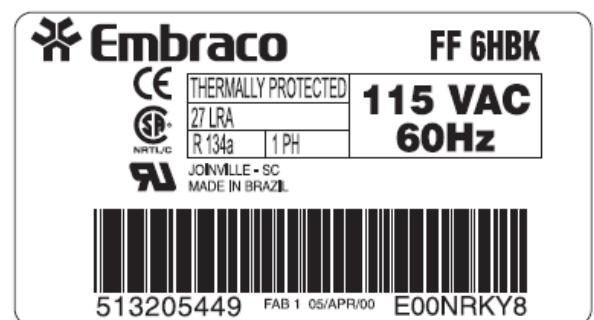

Figura 3 – Etiqueta del compresor para fluido refrigerante R 600a
10. Escriba el tipo de refrigerante usado en la figura 3 pagina 24